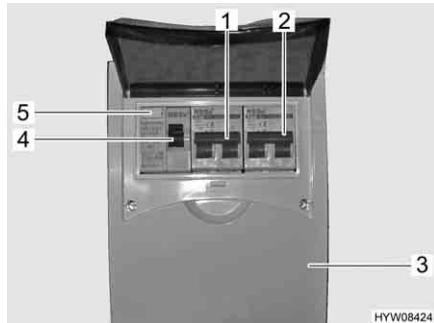

Fig. 70 Scatola dei fusibili a 230 V con interruttore di sicurezza e interruttore automatico FI
Un interruttore di sicurezza per correnti di guasto (interruttore automatico FI) (Fig. 70,4) nella scatola dei fusibili (Fig. 70,3) protegge l'intero veicolo da correnti di guasto (0,03 A).
L'interruttore di sicurezza collegato in serie (10 A) (Fig. 70,1) protegge le prese da 230 V, la centralina elettrica, il caricabatteria supplementare e il frigorifero.
Per veicoli con accessori opzionali, p. es. l'impianto di climatizzazione a tetto, un ulteriore interruttore di sicurezza (16 A) (Fig. 70,2) protegge l'apparecchio. La scatola dei fusibili si trova vicino al collegamento a 230 V.
- Se il veicolo è collegato all'alimentazione a 230 V, premere il tasto di controllo (Fig. 70,5). L'interruttore di sicurezza per correnti di guasto (FI) deve scattare.